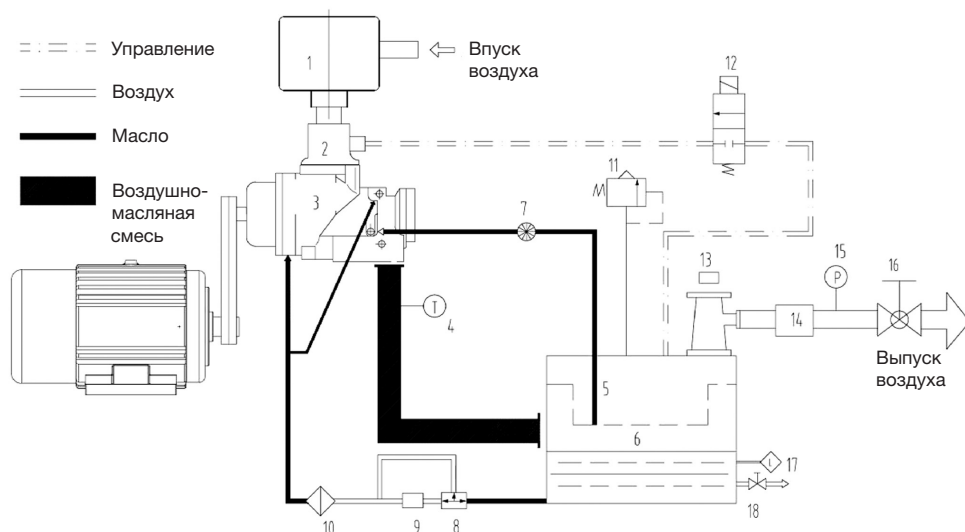

Рис. 4.2 Функциональная схема компрессора
- Функциональная схема компрессора показана на рис. 4.2